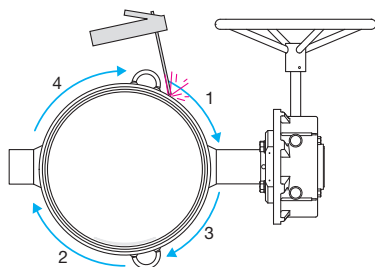
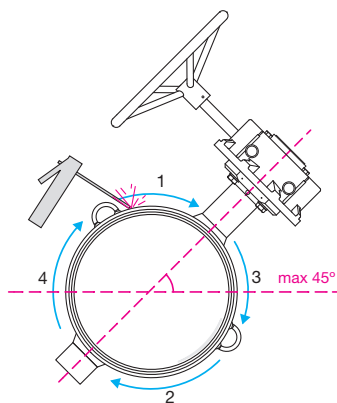

Рис. 18. Сварка швов.
Рис. 19. Сварка швов.
- Рекомендуется устанавливать затвор под углом (см. Рис. 19) или таким образом, чтобы шток находился в горизонтальном положении. (см. Рис. 18). Избегайте устанавливать затвор так, чтобы шток находился в вертикальном положении.
Предельно допустимый угол между осью штока и горизонтальной осью равен 45 градусам (См. Рис.19.).
- Рекомендуемым методом приварки затвора к трубе является сварка с помощью соединительных труб (см. Рис. 21.). Сварка прихваточными швами и порядок сварки швов - в соответствии с Рис. 18. и 19 . Порядок сварки: 1-2-3-4.